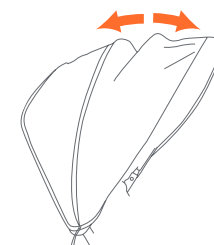

Fig. 8b
- **Para abrir la cubierta:** empuje hacia delante el borde delantero de la cubierta mientras sostiene la parte trasera de la misma en su sitio (Fig. 8b).
- **Para plegar la cubierta:** empuje hacia atrás el borde delantero (Fig. 8b).